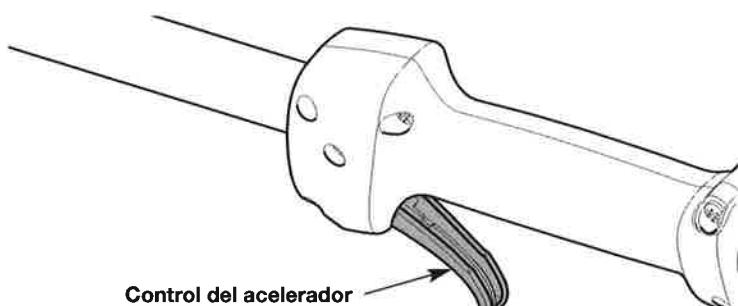

Fig. 12
- NOTA: APRIETE y MANTENGA APRETADO** el control del acelerador para **TODOS** los pasos subsiguientes (Fig. 12).